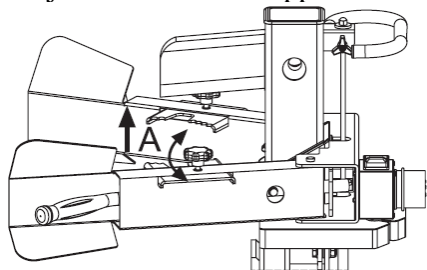

Fig.16 : b) Réglez les supports de bûche (A)
b) Réglez les supports de bûche (A) selon le diamètre de la bûche jusqu'à obtenir une prise en mains confortable des leviers de contrôle (Fig.16).